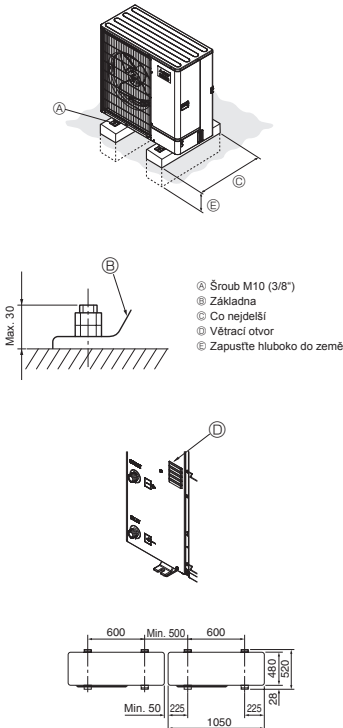

Fig. 3-1
- Jednotku namontujte na pevný a rovný povrch, aby během provozu nedrmčela. (Fig. 3-1)